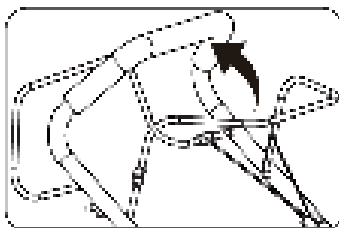

Рис. 14
- 3.левой рукой нажмите и удерживайте рычаг останова двигателя (рис. 14).